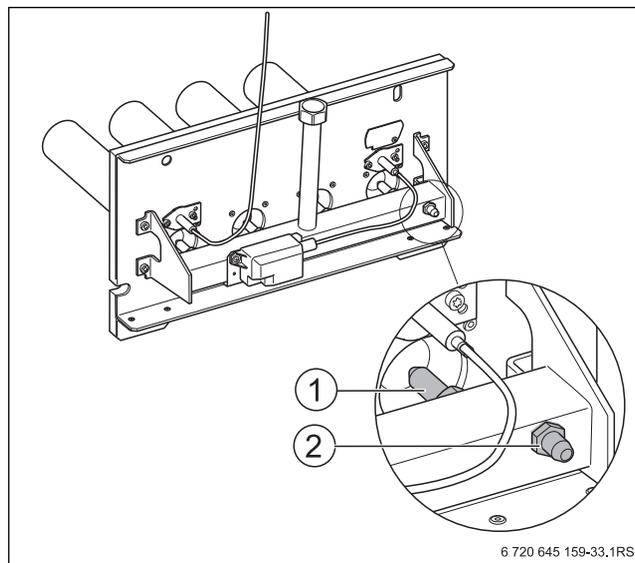

Рис. 58 Замена форсунок основного газа
- ▶ Замените форсунки основного газа (→ рис. 58, [1]) на форсунки для нового вида газа. При этом нужно установить новые уплотнения.